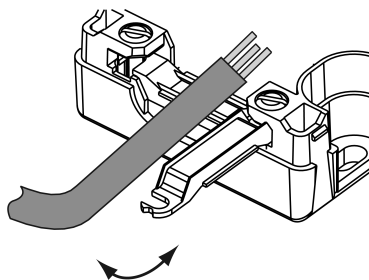

Imagen 3: Descarga de tracción
- Garantizar la descarga de tracción (Imagen 3). Utilizar un máximo de dos líneas con un mismo diámetro para una descarga de tracción segura. Recomendación de línea para una descarga de tracción eficaz: H05VV-F 3G 1,5.
- Encajar el adaptador (3).
- Introducir el regulador de intensidad de luz Mini en la parte inferior de la caja (4), de tal manera que se pueda manejar el aparato a través de la tapa de la caja.
- Colocar el anillo adaptador (7) sobre el regulador de intensidad de luz Mini, de tal manera que los perfiles agarren en los agujeros de fijación del regulador. Colocar la tapa de la caja sobre la parte inferior de la caja y presionarlas.